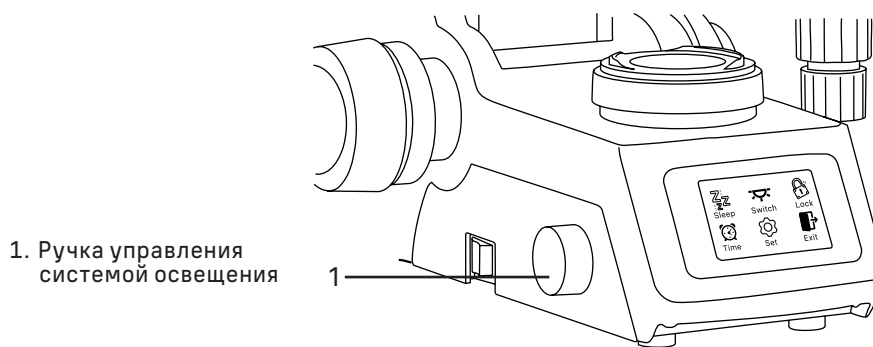

Рис. 7. Управление интеллектуальной системой освещения
Чтобы войти в интерфейс настройки функций, нажмите и удерживайте ручку управления системой освещения **1** (рис. 7) в течение 3 секунд. Переключайте функции вращением ручки. Нажмите на ручку, чтобы выбрать функцию.
Для настройки времени перехода в спящий режим нажмите и удерживайте ручку 1 (рис. 7) в течение 3 секунд. Показатель времени в минутах начнет моргать. Поворачивая ручку, уменьшайте либо увеличивайте время. Шаг настройки – 1 минута. Максимальное время – 8 часов.
- нажмите на ручку 1 (рис. 7), чтобы ввести настройку положения этого объектива;